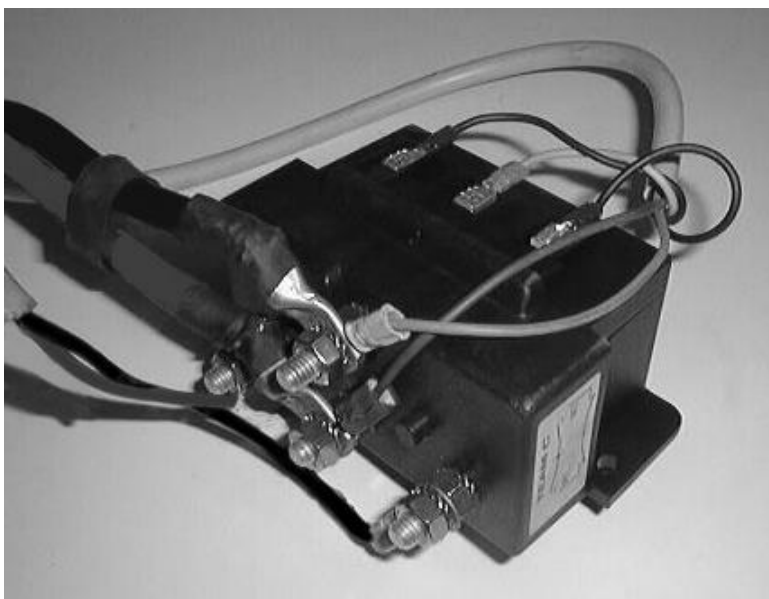

Fig. 06
- 14.** Stabilire la collocazione a bordo del tele-invertitore, (fig. 06), preferibilmente nelle immediate vicinanze della scatola di comando.